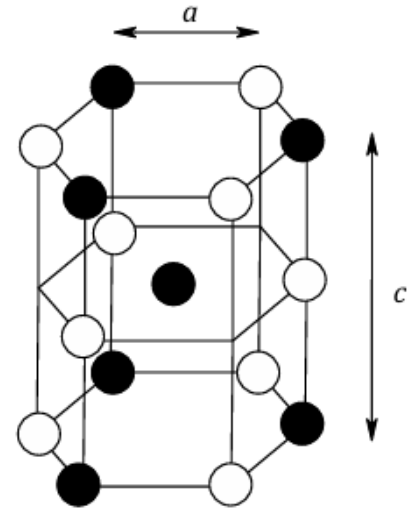

Figure 4 : structure de BN
- 3) Dans le borure d'azote de formule BN, les atomes de bore et d'azote sont en alternance stricte et constituent une structure de type graphite avec une longueur de liaison B – N égale à $a = 145 \text{ pm}$ et une distance entre deux plans successifs égale à $\frac{c}{2} = 334 \text{ pm}$. La figure 4 rappelle la structure correspondante.
- Quelle est l'atomicité du prisme droit à base hexagonale représenté figure 4 ?